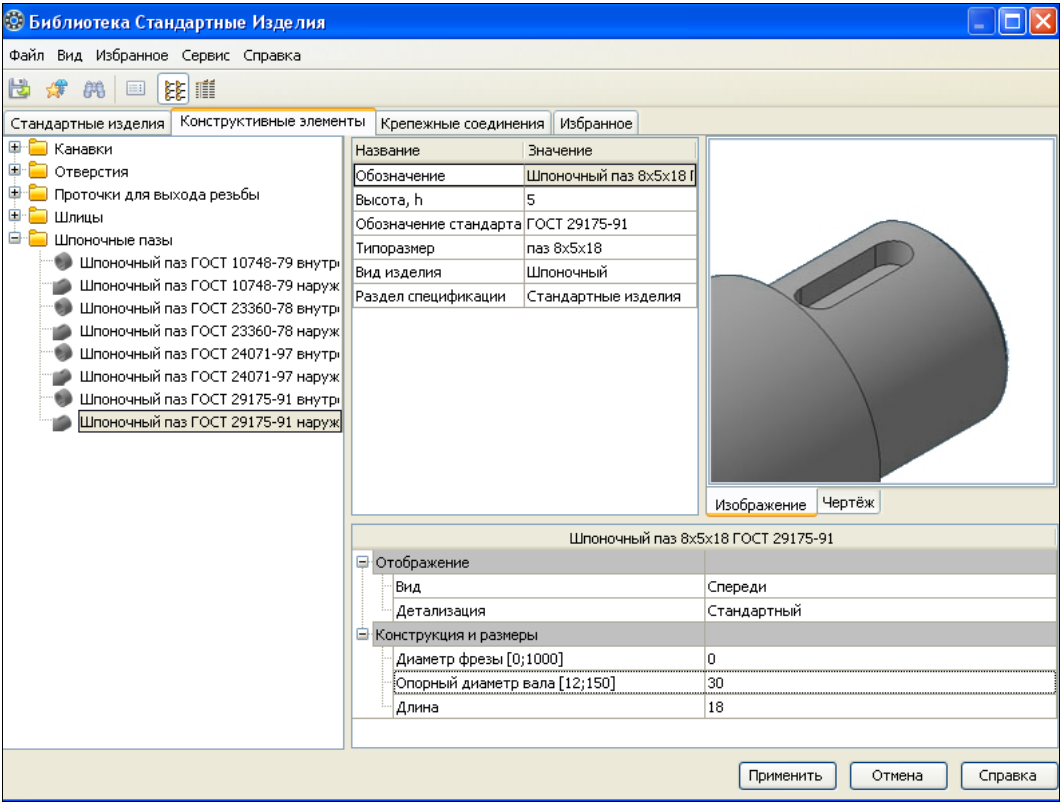

Рис. 26.7. Справочник с раскрытыми свойствами шпоночного паза ГОСТ 29175-91
- ◆ в Области навигации щелкните ЛК мыши по знаку "плюс" перед папкой **Шпоночные пазы**, затем по папке **Шпоночный паз ГОСТ 29175-911 наруж**. В Области навигации раскроются папки шпоночных пазов, а в Области свойств — сначала появятся трехмерные модели валов с шпоночными пазами, затем раскроется панель с полной информацией об элементе с трехмерным изображением (рис. 26.7). На этой панели: